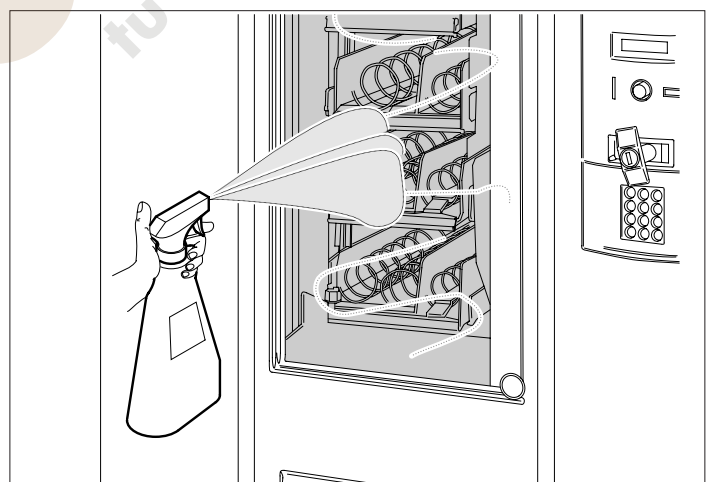

FIG. 7.3
- con los productos adecuados limpiar el cristal de la puerta por dentro y por fuera (Fig.7.3).